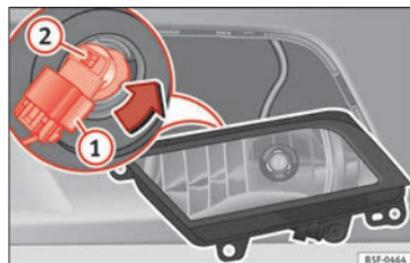

Fig. 216 Faro fendinebbia.
- Estrarre il connettore » » » **fig. 216** **1** della lampada.
- Ruotare il portalampada » » » **fig. 216** **2** verso sinistra e tirare.